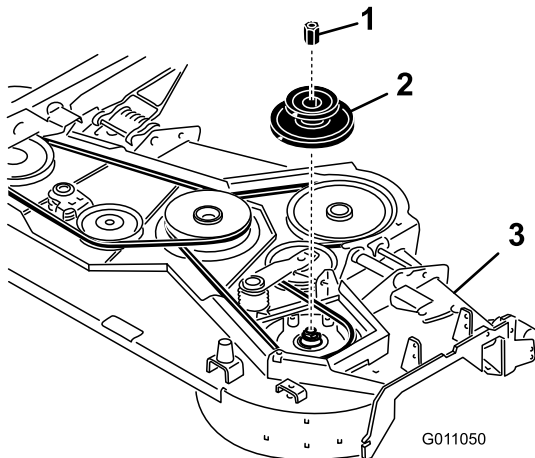

Bild 3
4. Stellen Sie einen Block unter die rechte Messerspindel unter dem Mähwerk, bevor Sie die rechte Riemenscheibe am Mähwerk entfernen (Bild 3). Dies verhindert, dass die Spindelbestandteile nach unten fallen, wenn die Riemenscheibenmutter entfernt wird.
5. Entfernen Sie die Riemenscheibenmutter und die Riemenscheibe (Bild 3). Heben Sie die Riemenscheibe
6. Setzen Sie die neue doppelte Riemenscheibe auf die Spindel und befestigen Sie mit der neuen Riemenscheibenmutter (Bild 3). Ziehen Sie die Mutter mit 176-203 Nm an.